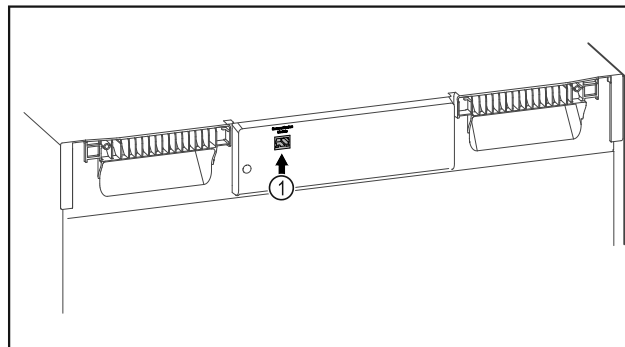

Fig. 104
- Le SmartModule Fig. 104 (1) est en place.